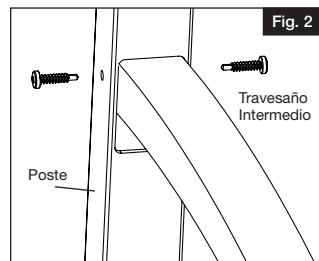

Fig. 2
- Atornillar los tornillos autorroscantes #8 de $\frac{3}{4}$ " por los orificios de poste y a través de los orificios en el travesaño (uno en cada lado). No apretar completamente (Fig. 2). Realizar lo anterior en los dos postes, el superior y el inferior.